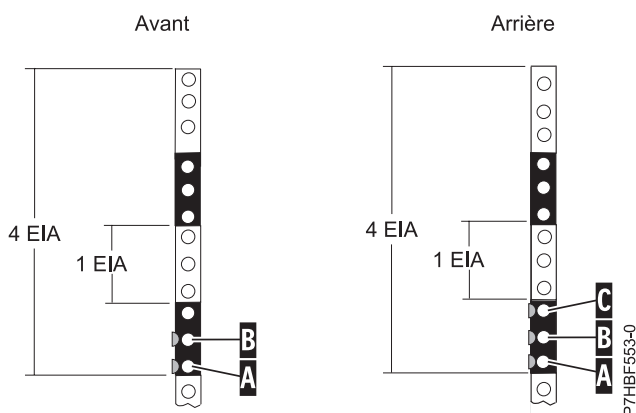

Figure 2. Marquage des trous sur l'avant et l'arrière du cadre de l'armoire
3. En commençant par le trou identifié par la marque (A), comptez un trou et placez la seconde marque (B). Marquez l'armoire de sorte que la marque soit visible de l'arrière de l'armoire, comme illustré à la figure 2.
5. Lorsque vous êtes face à l'arrière de l'armoire et que vous travaillez sur le côté droit, repérez l'unité EIA inférieure utilisée par l'unité d'extension. Placez une marque (A) à côté du trou inférieur de l'unité EIA.
6. En commençant par le trou identifié par la marque (A), comptez un trou et placez la seconde marque (B), comme illustré à la figure 2.
7. En commençant par le trou identifié par la marque (B), comptez un trou et placez la troisième marque (C), comme illustré à la figure 2.